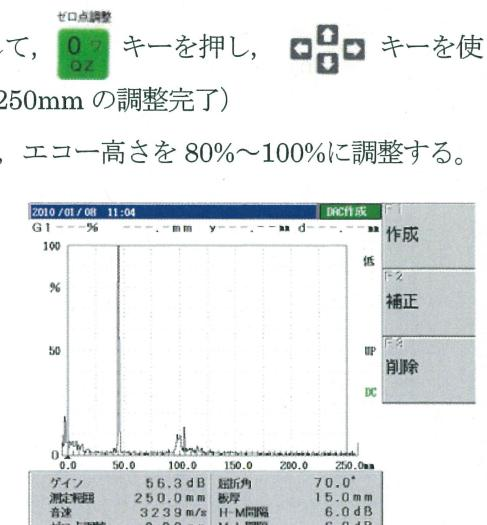

図 7 D A C 作成画面
⑥S T B-A 2 φ4×4 の 0.5 S の最大エコーを検出し、エコー高さを 80%~100% に調整する。
⑦  キーを押して D A C モードに入ると、図 7